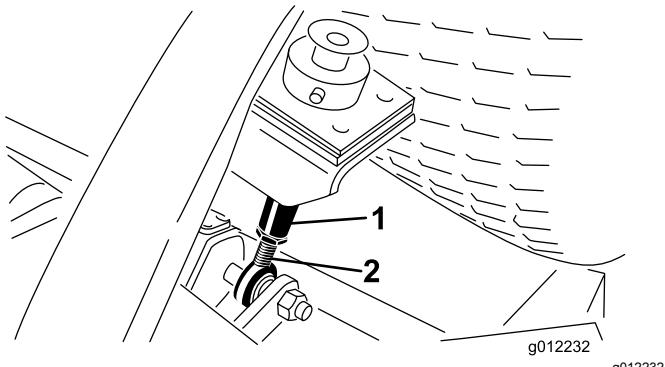

Figura 12
8. Afloje las contratuerca del extremo inferior de las varillas de ajuste de la altura de corte (Figura 12).